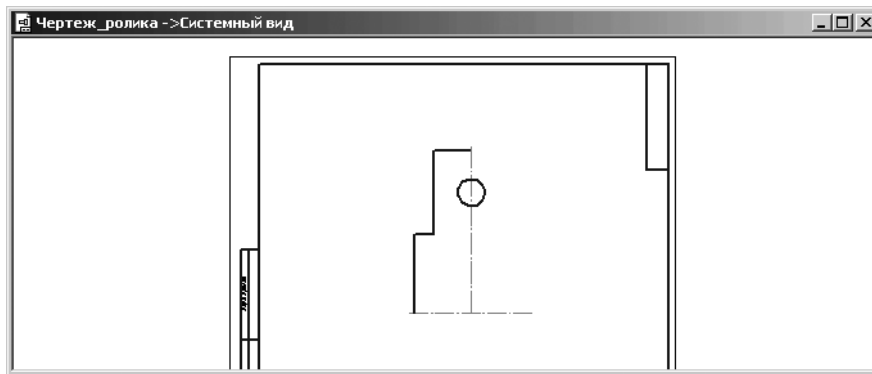

Рис. 4.15. Окно чертежа с результатом построения окружности
- нажмите комбинацию клавиш **Alt+ц** или дважды щелкните мышью на **Панели свойств Окружность** по полю для ввода координаты центра окружности по оси X и введите значение координаты центра окружности по оси X – (161);
- введите в поле **Радиус** значение радиуса окружности равное 9 (мм), так как по предопределению это поле активно, а затем нажмите клавишу **Enter** для фиксации ввода. Появится окружность. Это состояние системы показано на рис. 4.15;